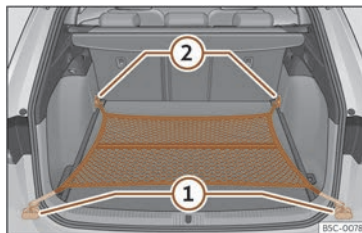

Fig. 196 En el maletero: bolsa de red enganchada a ras del suelo.
- Fije los ganchos de la red en las argollas de amarre >>> **fig. 196** ① y ② >>> . La cremallera de la bolsa tiene que quedar hacia arriba.